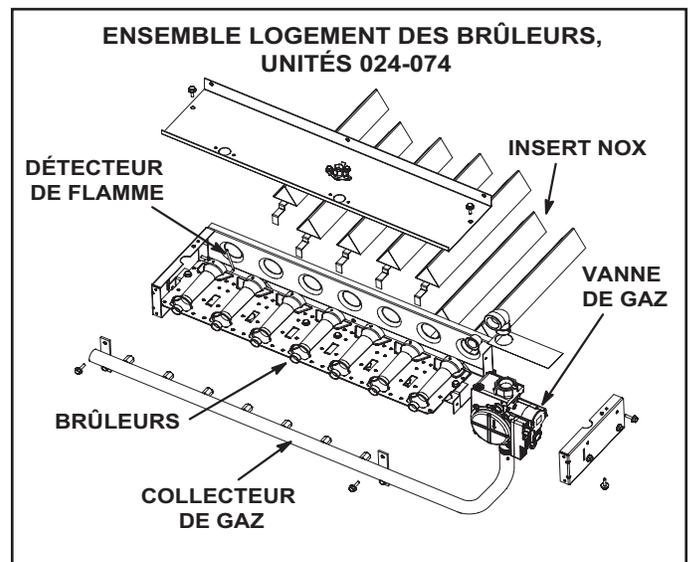

FIGURE 9
- 3 - Retirer le panneau supérieur du logement des brûleurs. Voir Figure 9 ou 10.